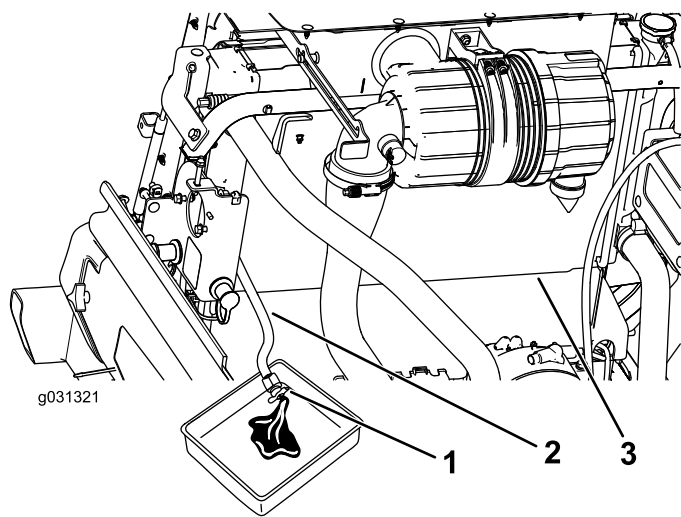

Figura 111
3. Com o tubo de drenagem do radiador colocado num recipiente de drenagem, abra a válvula de drenagem no tubo do radiador e drene o fluido para um recipiente de drenagem (Figura 111).
4. Feche a válvula no tubo de drenagem do radiador (Figura 111).